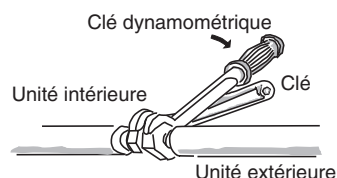

Fig. 5-6
- (2) Pour fixer les écrous évasés, appliquez le couple de serrage spécifié.
- Lors du démontage des écrous évasés des connexions de tube, ou lors de leur serrage après la connexion du tube, toujours utiliser 2 clés à molette ou des clés. (Fig. 5-6) Si les raccords coniques sont trop serrés, l'évasement peut être endommagé, ce qui pourrait entraîner une fuite de réfrigérant et provoquer des blessures ou l'asphyxie des occupants de la pièce.